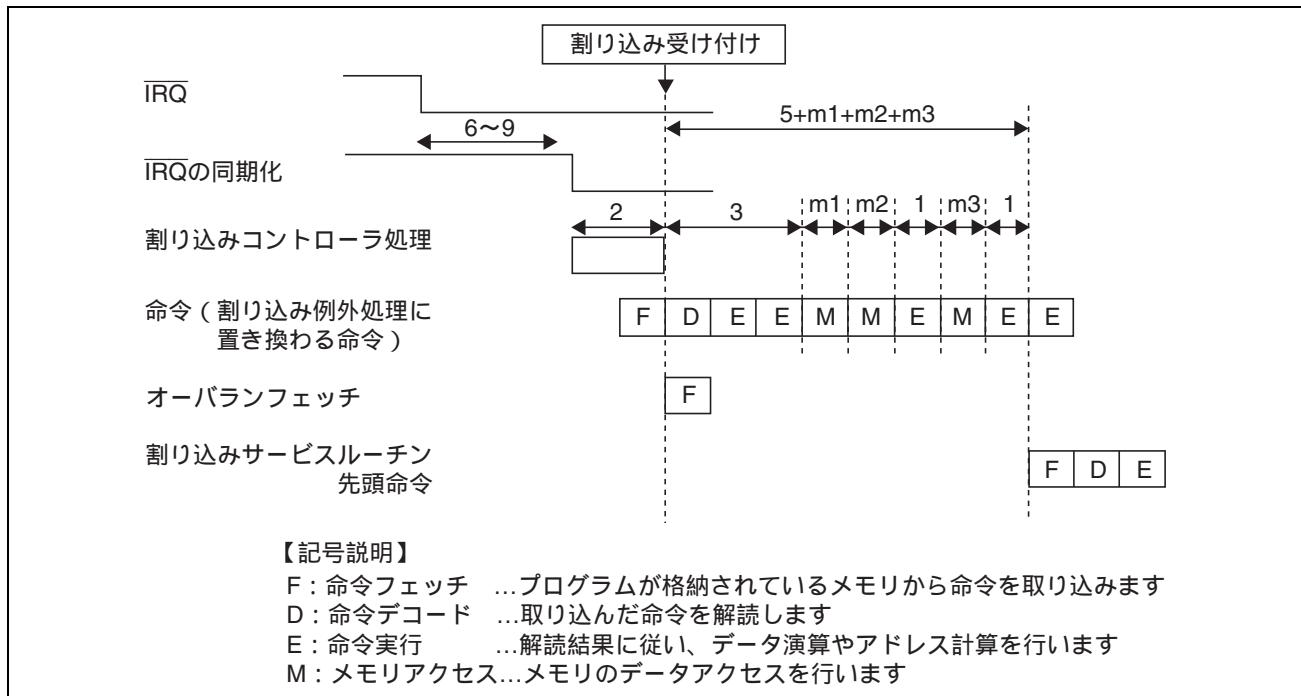

図 7.4 IRQ 割り込みを受け付けるときのパイプライン動作例
- (1) 割り込みコントローラに対して、各割り込み要求元から割り込み要求信号が送られます。
- (2) 割り込みコントローラでは、送られた割り込み要求の中から、割り込み優先レベル設定レジスタA～L (IPRA～IPRL) に従って最も優先順位の高い割り込みが選択され、それより優先順位の低い割り込みは無視\*されます。このとき、同一優先順位に設定された割り込み、または同一モジュール内の割り込みが複数発生した場合は、表 7.3に示す「デフォルト優先順位」と「IPR設定単位内の優先順位」に従って、最も優先順位の高い割り込みが選択されます。
- (3) 割り込みコントローラで選択された割り込みの優先レベルとCPUのステータスレジスタ (SR) の割り込みマスクビット (I3～I0) とが比較されます。I3～I0ビットに設定されているレベルと同じか低い優先レベルの割り込みは無視されます。I3～I0ビットのレベルより高い優先レベルの割り込みだけが受け付けられ、CPUへ割り込み要求信号が送られます。
- (4) 割り込みコントローラが割り込みを受け付けると、IRQOUT端子からローレベルが出力されます。
- (5) 割り込みコントローラから送られた割り込み要求は、CPUが実行しようとしている命令のデコード時に検出され、その命令の実行が割り込み例外処理に置き換えられます（図7.4参照）。
- (6) SRとプログラムカウンタ (PC) がスタックに退避されます。
- (7) SRのI3～I0ビットに、受け付けられた割り込みの優先レベルが書き込まれます。
- (8) 受け付けられた割り込みがレベルセンスまたは内蔵周辺モジュールからの割り込みだった場合、IRQOUT端子からハイレベルが出力されます。なお、受け付けた割り込みがエッジセンスだった場合は、(5)でCPUが実行しようとしていた命令を割り込み例外処理に置き換えた時点でIRQOUT端子からハイレベルが出力されます。ただし、割り込みコントローラが受け付け中の割り込みよりレベルの高い他の割り込みを受け付けているときは、IRQOUT端子はローレベルのままでです。
- (9) 受け付けられた割り込みに対応する例外処理ベクタテーブルから、例外サービスルーチン開始アドレスが取り出され、そのアドレスにジャンプして、プログラムの実行が開始されます。このときのジャンプは遅延分岐ではありません。
割り込み要求が発生してから、割り込み例外処理が行われ、例外サービスルーチンの先頭命令のフェッチが開始されるまでの時間(割り込み応答時間)を表7.5に示します。また、IRQ割り込みを受け付けるときのパイプライン動作例を図7.4に示します。